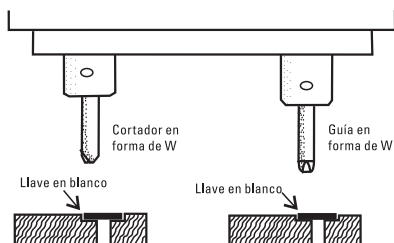

Figura 13
1. Primero coloque dos llaves vírgenes idénticas en las mordazas respectivas, después afloje el perno de fijación de profundidad vertical (6) en dirección contraria a las manecillas del reloj. Gire la perilla de ajuste de profundidad (6) en dirección contraria a las manecillas del reloj, haciendo que la distancia de la funda del vástago de la guía sea de 3 mm - 5 mm. Asegure el perno de fijación vertical (6) en dirección a las manecillas del reloj.
2. Instale la guía en forma de W (figura 13), presione lentamente el mango de alimentación vertical (8) hasta que el resorte quede totalmente comprimido. Cuando la superficie de la guía toque la superficie de la llave virgen, asegure el tornillo de fijación de profundidad (8) en dirección a las manecillas del reloj. Instale el cortador en forma de W. Permita que el extremo del cortador toque la llave virgen, entonces asegure el tornillo de fijación del cortador en dirección a las manecillas del reloj. Vuelva a poner el mango de alimentación vertical (8) hacia arriba. Después de la rectificación. Después de rectificar el cortador en forma de W y la guía, retire la llave virgen de la mordaza derecha e instale la llave original. Ahora puede empezar a cortar los agujeros de afuera de la llave. Haga el mismo trabajo en el otro lado de la llave. (**Nota:** Al duplicar el lado reverso de la llave, no necesita retirar la llave original).